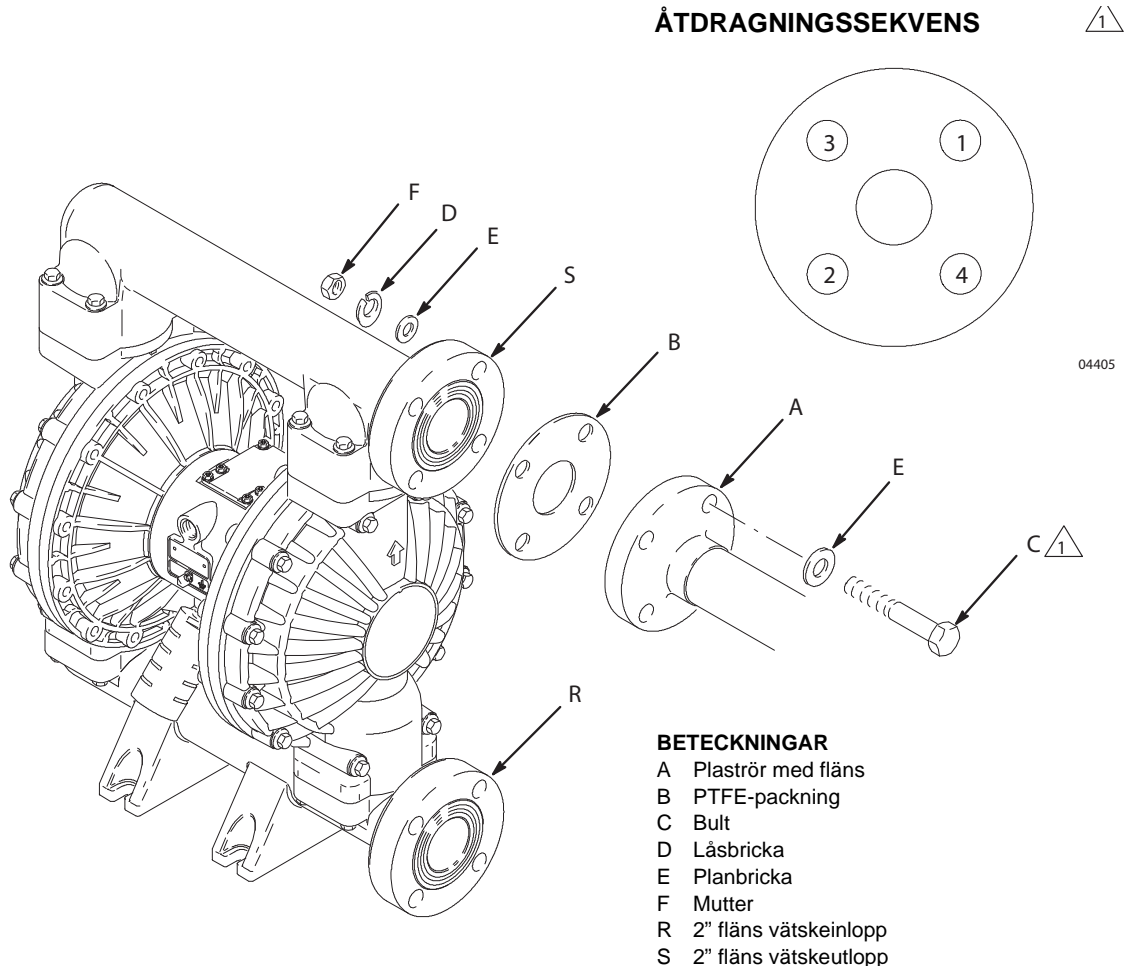

Fig. 3
1. Sätt på en planbricka (E) på varje bult (C). Se **Fig. 3**.
2. Rikta in hålen i packningen (B) och rörflänsen (A) mot hålen i utloppsflänsen (S) på pumpen.
3. Smörj gängorna på de fyra bultarna. Stick in bultarna i hålen och sätt på brickor (E), låsbrickor (D) och muttrar (F).
4. Håll fast muttrarna med en nyckel. Se åtdragningssekvensen i Fig. 3 och dra åt bultarna till moment 27 till 41 Nm (20 till 30 ft-lb). ***Dra inte åt för hårt.***
5. Gör samma sak för pumpens inloppsfläns (R).